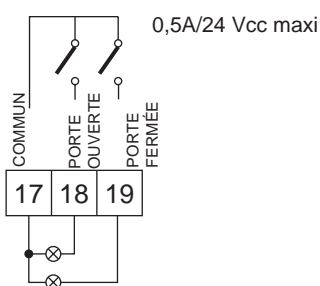

Fig. 20
17. **Sortie de signalisation d'état: Commun (fig. 20)**
18. **Sortie de signalisation porte ouverte** (pouvoir de coupure maxi contact 0,5 A/24 Vcc) (fig. 20).
19. **Sortie de signalisation porte fermée** (pouvoir de coupure maxi contact 0,5 A/24 Vcc) (fig. 20).
Sur les bornes 17/18 et 17/19, il est possible d'alimenter deux lampes témoins à 24 Vcc (0,5 A maxi) pour obtenir respectivement la signalisation porte ouverte et porte fermée (fig. 20).